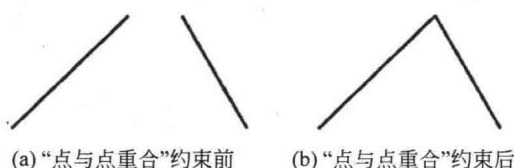

图 1-33 “点与点重合”约束
- 点与点重合：单击“点与点重合”按钮, 将两个端点重合, 如图 1-33 所示。